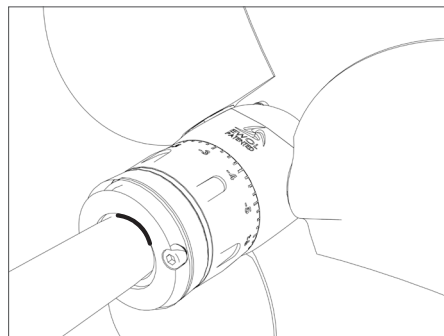

FIG. 15 Introduire l'hélice jusqu'à la marque du feutre
- L'hélice doit s'emboîter sur le cône de l'arbre d'hélice jusqu'à atteindre le repère tracé sans la clavette (**Fig. 15**) ; si ce n'est pas le cas, cela signifie que la clavette est trop épaisse et empêche alors l'hélice de s'emboîter complètement. Dans ce cas, il faut réduire l'épaisseur de la clavette puis réinstaller l'hélice.